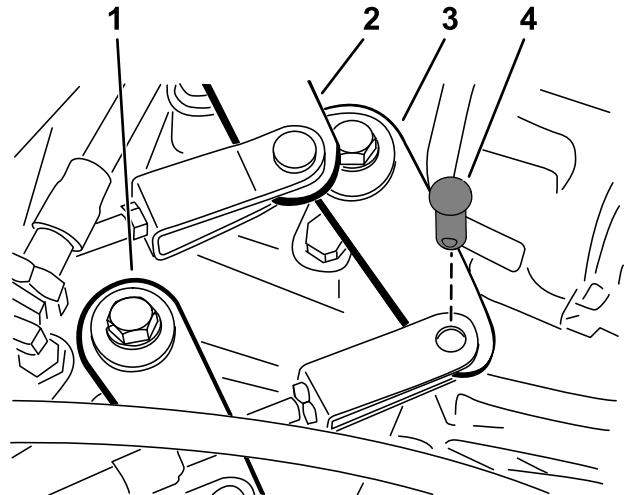

Bild 45
2. Nehmen Sie die Lastösenbolzen ab, mit denen die Schaltzüge an den Getriebebeschalthebeln befestigt sind (**Bild 45**).
1. Nehmen Sie den Lastösenbolzen ab, mit dem der Zug (schneller/langsamer Gang) am Getriebe befestigt ist (Bild 45).